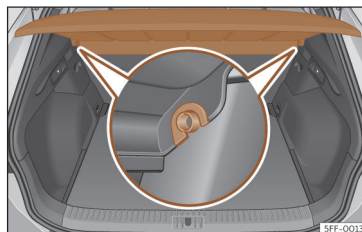

Fig. 112 Na bagageira: desmontar e montar a chapeleira.
- Desencaixe a chapeleira dos suportes laterais»» **Fig. 112** puxando-a para cima e retire-a.
- Introduza a chapeleira horizontalmente fazendo coincidir a «fechadura» sobre o eixo dos suportes»» **Fig. 112**, e pressione para baixo até que encaixe.